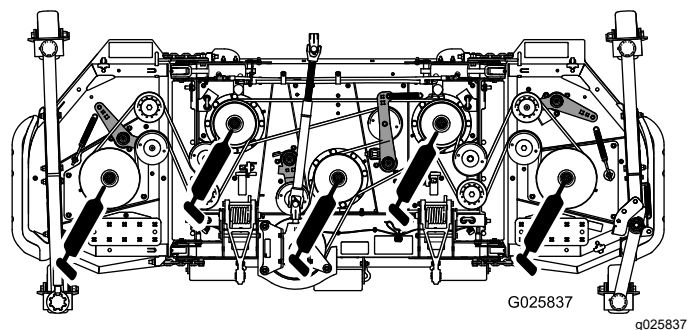

Рисунок 19
- Подшипники вала шпинделя (5 мест) (Рисунок 19)